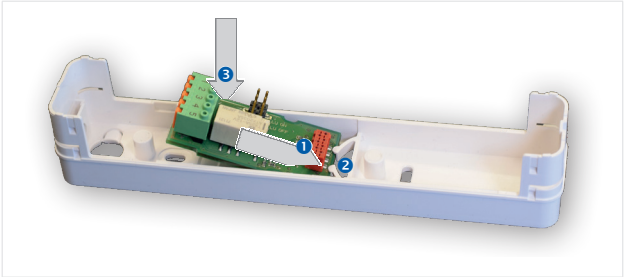

Abb. 10: Einsetzen der Relaisplatine
- ▶ Die Relaisplatine gemäß Abb. 10 in den Sockel einsetzen.